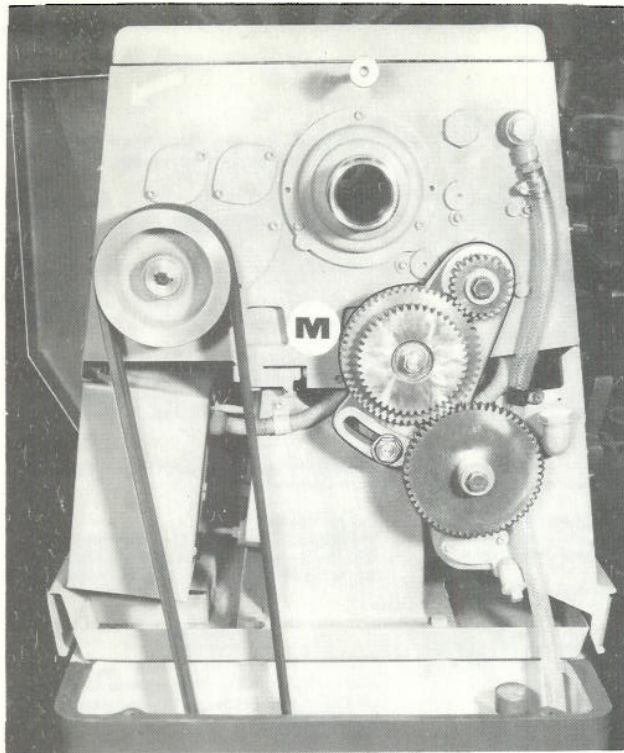

Fig. 19.
Drive from headstock to gearbox is transmitted through a gear train enclosed by the headstock end-guard. Intermediate gears are carried on an adjustable swing-frame (M) shown in Fig. 19. Gears must be thoroughly cleaned before fitting and backlash maintained at .005 in. (.127 mm) for correct meshing. Lubricate gears regularly with thick oil or grease.
La commande entre la poupée et la boîte d'avances est transmise par un train de pignons montés dans le carter extérieur de la poupée fixe. Les pignons intermédiaires sont portés par une tête de cheval adaptable (M) représentée à la figure 19.
Der Antrieb des Vorschubgetriebes vom Spindelstock erfolgt über ein Wechselradgetriebe, welches sich unter der hinteren Spindelstockabdeckhaube befindet. Zwischenräder werden von einem Schwingrahmen, welcher justierbar ist (M), getragen (siehe Abb. 19).